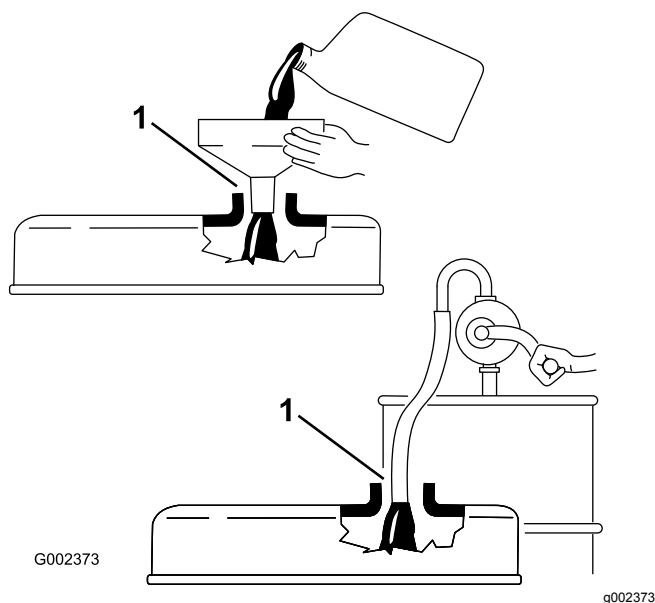

Figure 27
**Important:** Prenez soin de retirer la jauge lorsque vous faites le plein d'huile moteur. Lorsque vous faites l'appoint ou le plein d'huile moteur, il est *indispensable* de maintenir un espace entre le dispositif de remplissage et le trou de remplissage d'huile dans le couvre-culasse, comme montré à la **Figure 27**. Cet espace est nécessaire pour assurer l'aération pendant le remplissage et empêcher l'huile de déborder dans le reniflard.